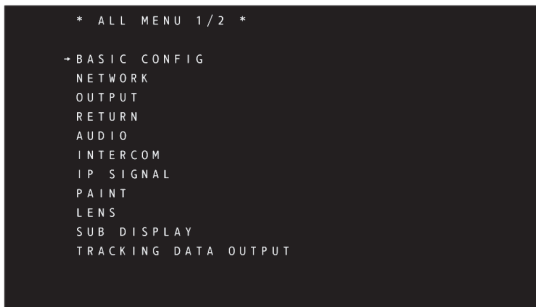

Fig. 1
**5** Tournez la molette <SELECT> pour placer le curseur (flèche) sur [BASIC CONFIG]. (Fig. 1)